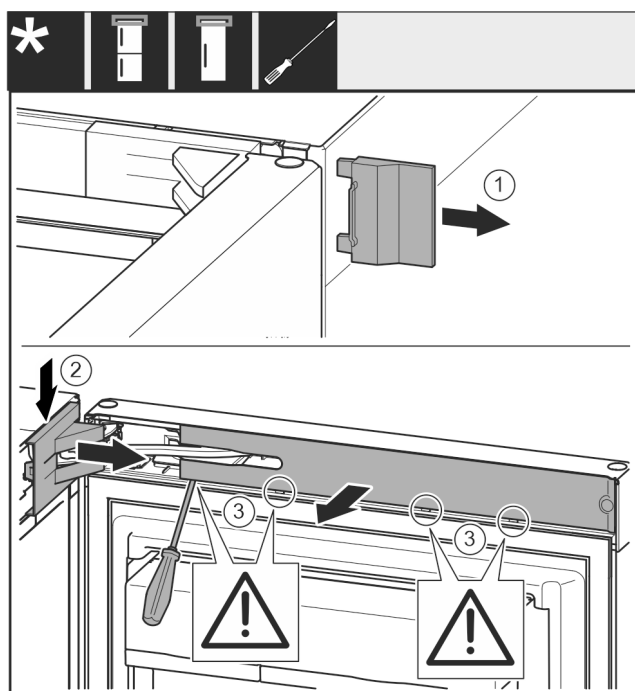

Fig. 12
- Noņemiet pārsegu Fig. 12 (1).
- Atbrīvojiet un atvienojiet gultņa balsta pārsegu Fig. 12 (2).
- Noņemiet gultņa balsta pārsegu Fig. 12 (2).
- Atbrīvojiet aizsegu Fig. 12 (3) ar plakano skrūvgriezi un pagrieziet uz sāniem.